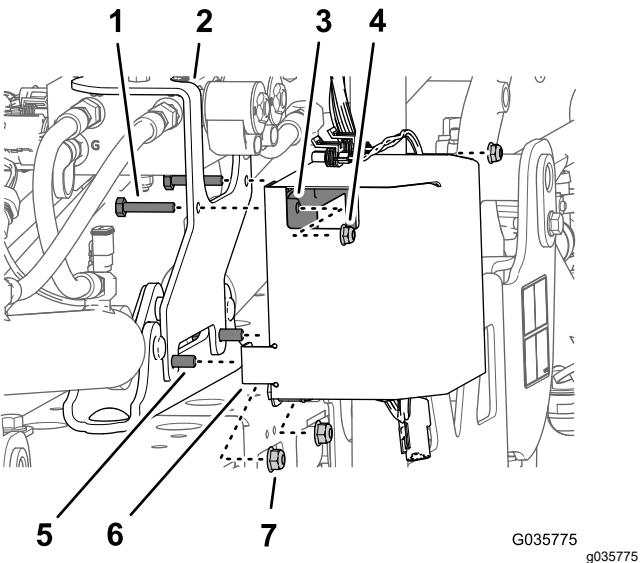

Figura 29
3. Rimuovete i 2 dadi di bloccaggio flangiati (5/16") che fissano la staffa di montaggio del kit di finitura Ultra Sonic Boom dal supporto del cilindro (Figura 29).
4. Montate il coperchio del controller (Figura 29) sul bullone a testa flangiata (5/16" x 1") nei fori anteriori inferiori del coperchio e fissate, senza serrarli, coperchio, staffa e supporto con i 2 dadi di bloccaggio flangiati (5/16") che avete rimosso al passaggio 3.
5. Montate i 2 bulloni (1/4" x 1 1/8") attraverso i fori superiori nella staffa di montaggio (kit di finitura Ultra Sonic Boom), flangia posteriore (coperchio del controller) e controller (Figura 29) con i 2 dadi di bloccaggio flangiati (1/4").